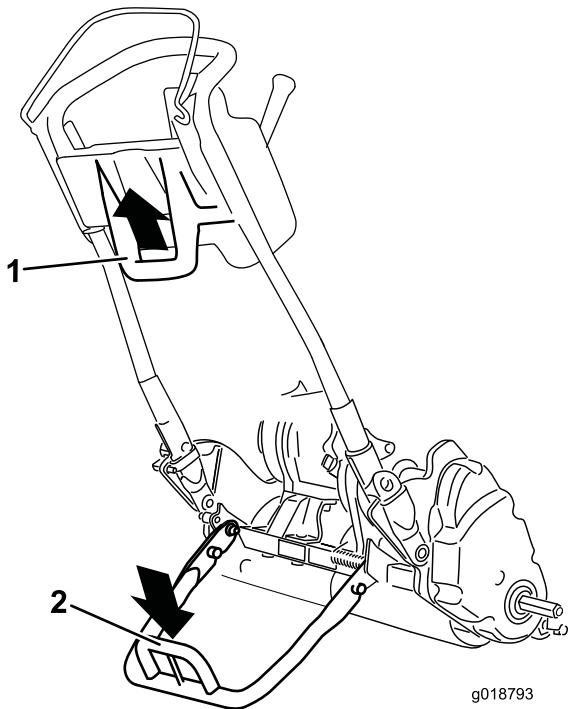

図 19
- ・ 移動走行タイヤの着脱のためにキックスタンドを操作するには、スタンドを床面まで下げ、ループを足で踏みつけた状態のまま、機体下部についているハンドルを持ってマシンを後方に引いてください（図 19）。